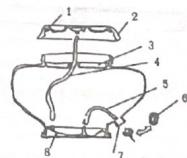

Рис. 2
1) Снимите нижнюю крышку кожуха бака для химикатов, замените ее на стягивающий колпачок, соединяющийся с резиновой трубкой (не забудьте надеть уплотнительное кольцо, как изображено на Рис 3. Присоедините колпачок к резиновой трубке как изображено на Рис. 2.